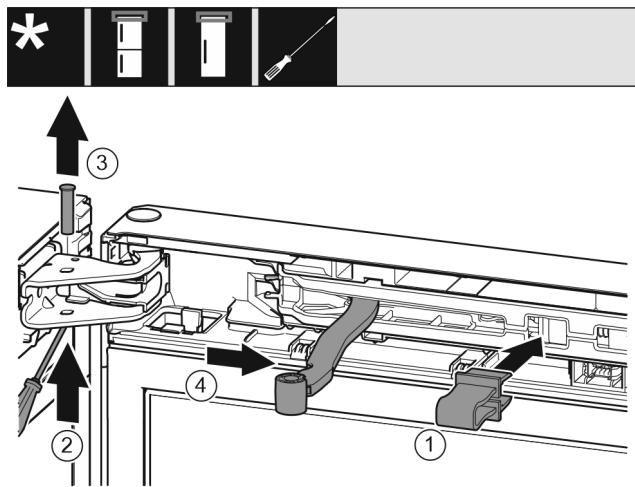

Fig. 11
- Sicherung Fig. 11 (1) in Öffnung einrasten.
- Bolzen Fig. 11 (2) herausziehen.
- Bolzen Fig. 11 (3) nach oben herausnehmen.
- Gelenk Fig. 11 (4) in Richtung Tür drehen.